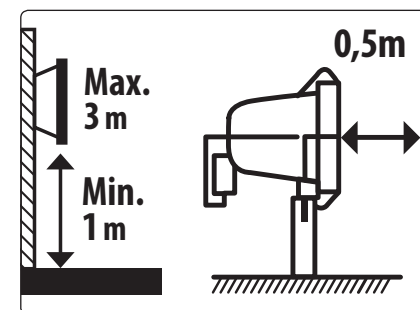
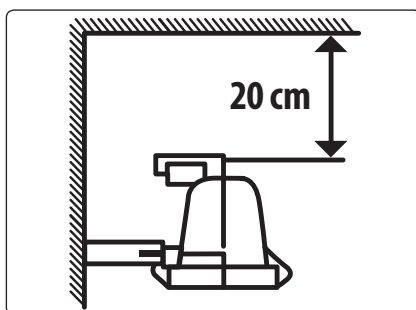

Abb. 6
Abb. 7
- Befestigen und sichern Sie die Scheinwerfer mit Hilfe der mitgelieferten Schrauben am tragbaren Ständer mit Griff zum Transportieren nach Abb. 1 und richten Sie sie nach Bedarf aus. Die Scheinwerfer kann man verwenden, während sie auf dem Ständer befestigt sind und man kann sie am Griff tragen, oder kann der jeweilige Ständer am teleskopischen Dreibein installiert und befestigt werden. Setzen Sie das Dreibein nach Abb. 2 zusammen und sichern Sie alle seine beweglichen Teile mit den entsprechenden Anziehelementen. Die ausziehbare Stange des Dreibeins kann um die Mittelachse im Bereich von 360° je nach Bedarf gedreht werden, siehe Abb. 2. Die Entfernung der Lichtquelle direkt vom beleuchteten Objekt sollte mindestens 0,5 m betragen, siehe Abb.6.
- Bei Bedarf können die Scheinwerfer an der Wand montiert werden. Befestigen Sie den Scheinwerfer in der Höhe von 1-3 m über dem Boden (Abb. 6). Die Entfernung der Scheinwerfer von dem beleuchteten Objekt sollte mindestens 0,5 m betragen. Ist die Lampe in einer Ecke montiert, muss der Abstand von der Decke mindestens 20 cm betragen (Abb. 7).